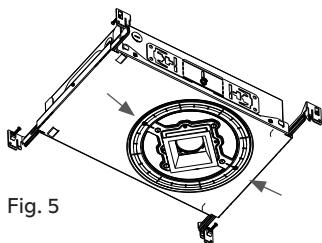

Fig. 5
3. *Opcional:* Si utilizará una abertura cuadrada con una brida, vuelva a alinear el collarín paralelo a la pared (consulte la Fig. 5).